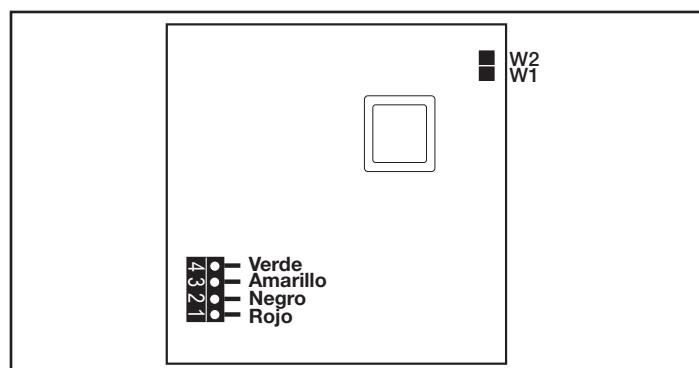

Figura 25. PCB de OneTouch, vista posterior
- Cablee el cable de 4 conductores a la barra de bornes roja de 4 pines (consulte la Figura 25). Coloque la barra de bornes de 4 pines en la parte posterior de la PCB de OneTouch. Vuelva a colocar la PCB con el LCD y los botones en la caja. Inserte los tornillos y apriete con la mano. **No apriete en exceso.** Presione la placa delantera en su lugar.